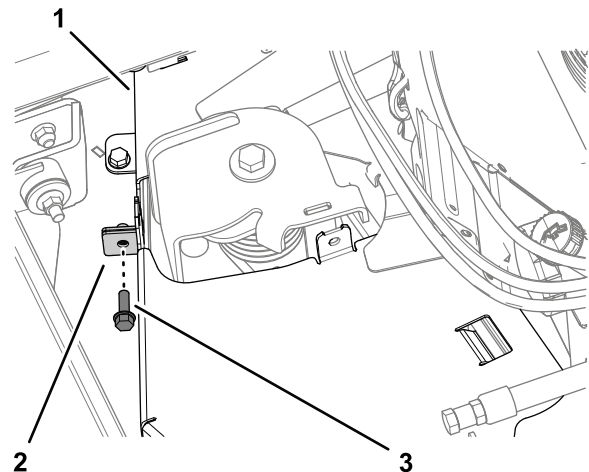

**Bild 43**
2. Montieren Sie die linke Seite der CE-Abdeckung an der linken Riemenabdeckung (Bild 43) mit den beiden Schlossschrauben und den beiden Sicherungsmuttern, die Sie in Entfernen der linken Riemenabdeckung \(Seite 30\) entfernt haben.